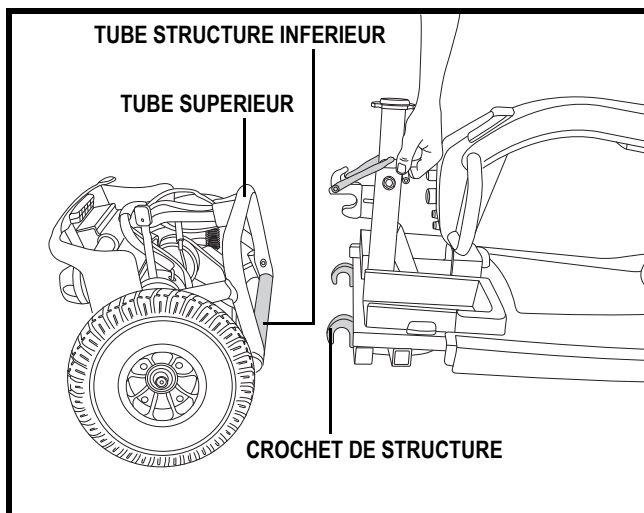

Figure 24. Séparation des sections
- Positionnez les sections de votre scooter tel qu'illustré à la figure 24.
- Soulevez la section avant à l'aide du levier de détente tout en alignant les crochets avec le tube de structure de la section arrière. Voir la figure 24.